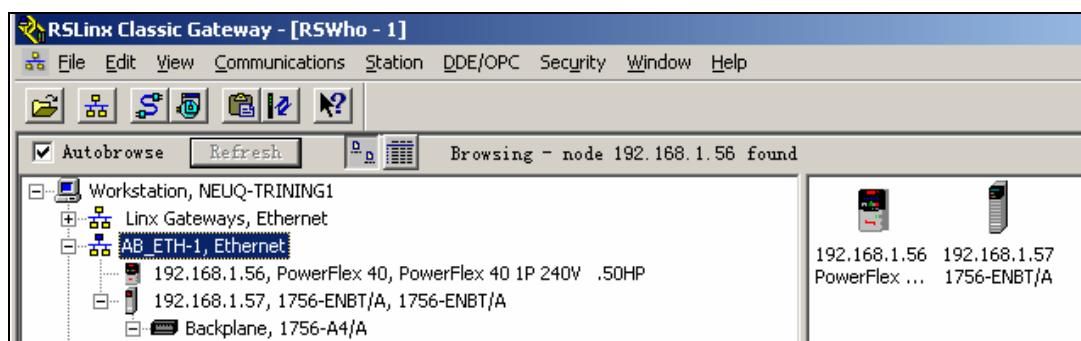

图 3-17 新组建的 Ethernet 网络
9. 单击 Close 回到 RSLinx 初始界面，单击 Communications->RSWho，现在工作区左侧列表中多了 AB\_ETH-1 网络图标，选中右上角 Autobrowse 或单击 Refresh，如果驱动组态正常，单击该网络图标，会出现所配置好的设备的图标，如图 3-17 所示。